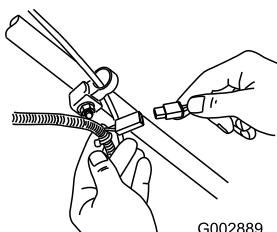

Figura 40
1. Collegate il caricabatterie al cablaggio preassemblato del tosaerba, sotto la chiave di accensione (Figura 40).